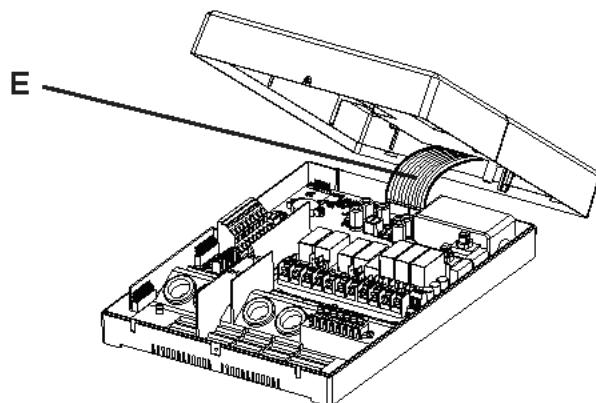

Bild 3 Koppla bort platt bandkabel
3. Dra försiktigt i den platta bandkabeln **E** för att lossa den från anslutningsdonet (**Bild 3**).